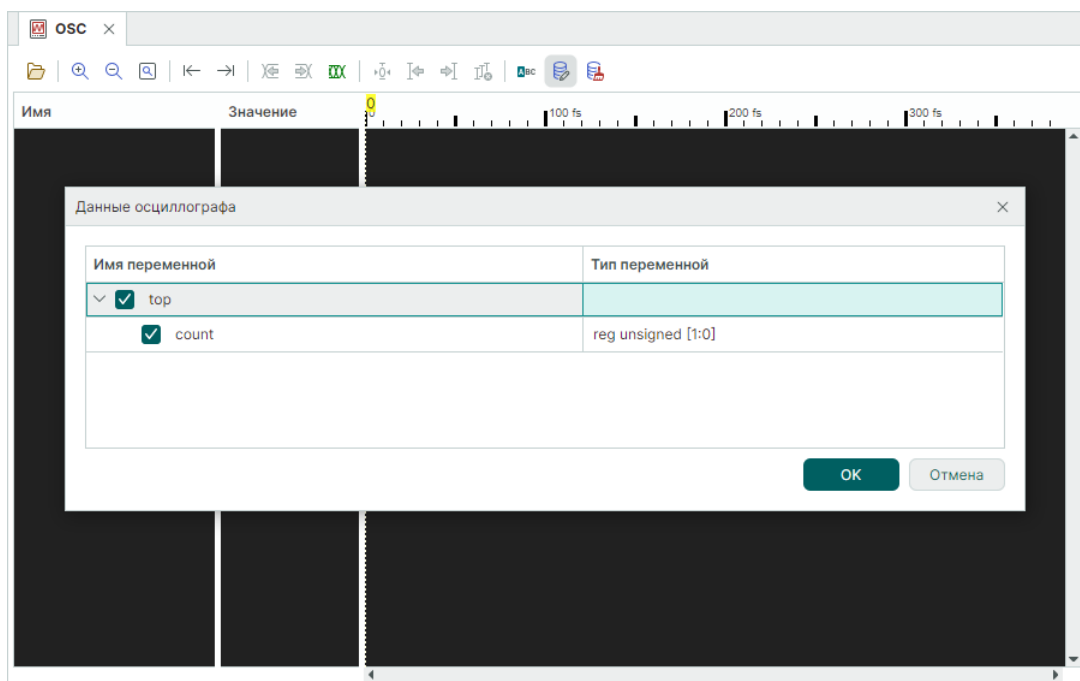

Рис. 31 Выбор необходимых данных
3. В открывшемся окне выберите данные путем установки флага рядом с данными, которые необходимо будет учесть при работе с осциллографом, см. Рис. 31. Нажмите «ОК».